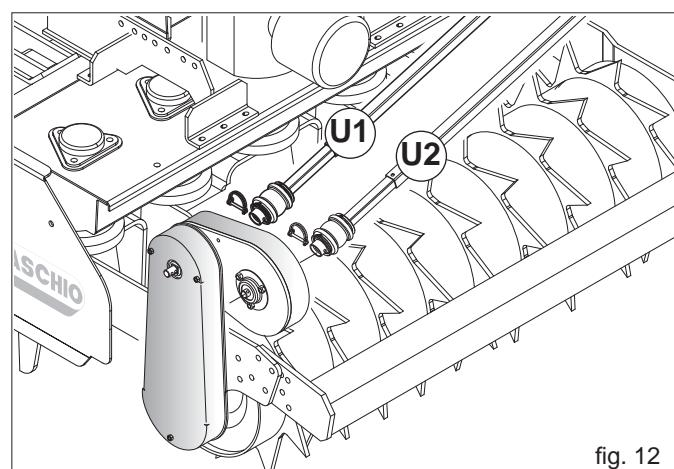

fig. 12
- 2) Lubrique con grasa las guías (C Fig. 12) del triángulo para facilitar la conexión y asegúrese de que el perno de muelle esté colocado como muestra la Figura 12 ref. B.
- 3) Avvicinarsi con il trattore alla seminatrice, agendo sul sollevatore, portare il triangolo di aggancio rapido sulla verticale del triangolo di accoppiamento della seminatrice (Fig. 12).
- 7) Conectar el árbol de cardán (Fig. 12) a la transmisión del rodillo trasero de la grada giratoria, bloqueándolo con el pasador de seguridad suministrado. Observe en la tabla de siempre la posición de conexión correcta (U1 - U2).
- 2) Saque el árbol de cardán de la transmisión (U1-U2, Fig. 12) y, luego, desmonte la barra esparcidora de la grada giratoria.
La posición de apertura de los rodillos dosificadores siempre debe realizarse con la tolva y las cajas de distribución vacías (Fig. 12).